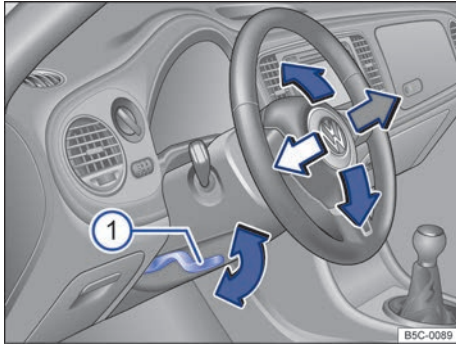

Fig. 63 Ajuste mecánico de la posición del volante.
- Tire hacia abajo de la palanca → fig. 63 ①.
- Después del ajuste, presione siempre la palanca → fig. 63 ① firmemente hacia arriba para que no se modifique la posición del volante accidentalmente durante la marcha.